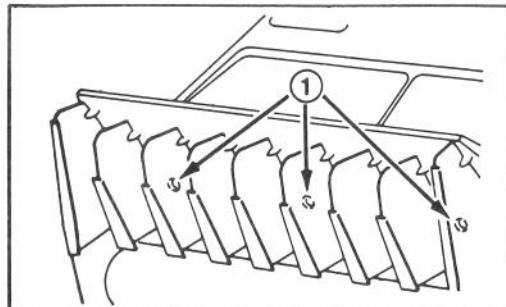
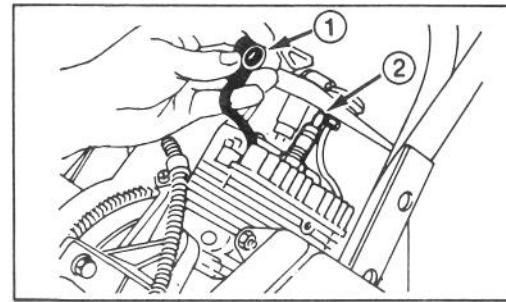

Fig. 11
Fig. 12
SOSTITUZIONE DELLA CANDELA (Fig. 11, 12 e 13)
1. RIMUOVETE IL COPERCHIO—Togliete tre viti sull'alloggiamento anteriore (Fig. 11) e due bulloni senza dado che reggono assieme i due lati della parte superiore del telaio (Fig. 12). Togliete il tappo del serbatoio del carburante ed alzate il coperchio. Rimettete il tappo del serbatoio.
2. RIMUOVETE LA CANDELA (Fig. 12)—Staccate il cavo ad alta tensione dalla candela e togliete la candela. Esaminatela e sostituitela se è incrinata, incrostanta o sporca. NON PULITE LA CANDELA CON SABBIA O SPAZZOLA DI FERRO PERCHÉ LA GRANIGLIA POTREBBE STACCARSI E CADERE NEL CILINDRO PROVOCANDO DANNI AL MOTORE.